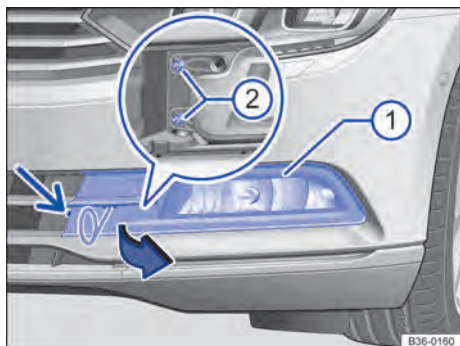

Fig. 234 No para-choque dianteiro à esquerda: lanterna para luz de neblina e farol de rodagem diurna.
2. Com a chave de fendas das ferramentas de bordo → Página 293, desaparafusar o parafuso de fixação da cobertura → Fig. 234 (seta pequena) da cobertura.
3. Introduzir o gancho extrator das ferramentas de bordo → Página 293 no entalhe conforme mostrado e puxar a cobertura → Fig. 234  com o gancho extrator para frente no sentido da seta.
4. Remover os parafusos de fixação do farol → Fig. 234  com a chave de fenda.
13. Introduzir os parafusos de fixação do farol → Fig. 234 .
14. Recolocar a cobertura → Fig. 234  novamente no para-choque e travar.
15. Parafusar o parafuso de fixação da cobertura → Fig. 234 (seta pequena).